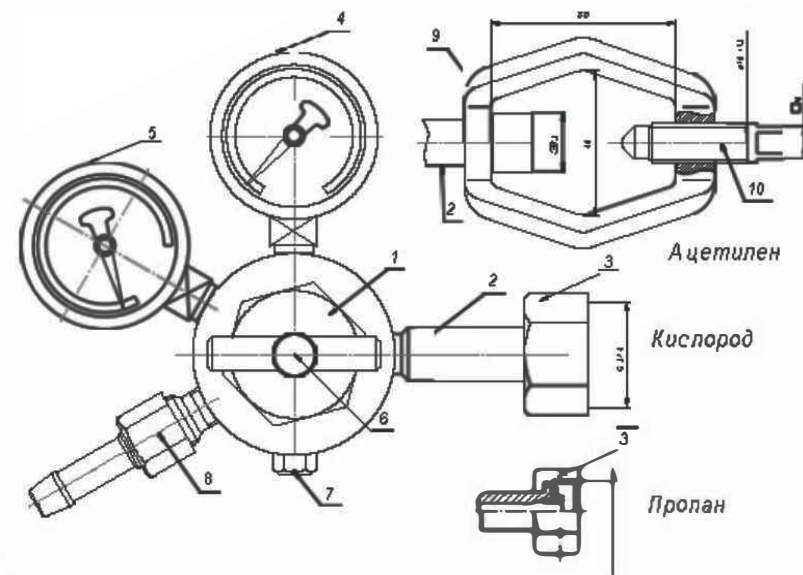

Рис. 1. Редуктор баллонный одноступенчатый:
Редуктор присоединяется к источнику питания газом через входной штуцер (2) (см. рис. 1) накидной гайкой (3) с резьбой 3/4" (СП21,4-14). Понижение давления газа, поступающего в редуктор из баллона, происходит путём одноступенчатого расширения его при прохождении через зазор между седлом и редуцирующим клапаном в камеру рабочего давления. Необходимое рабочее давление газа устанавливается вращением регулировочного маховика (6) и измеряется манометром рабочего давления (4).